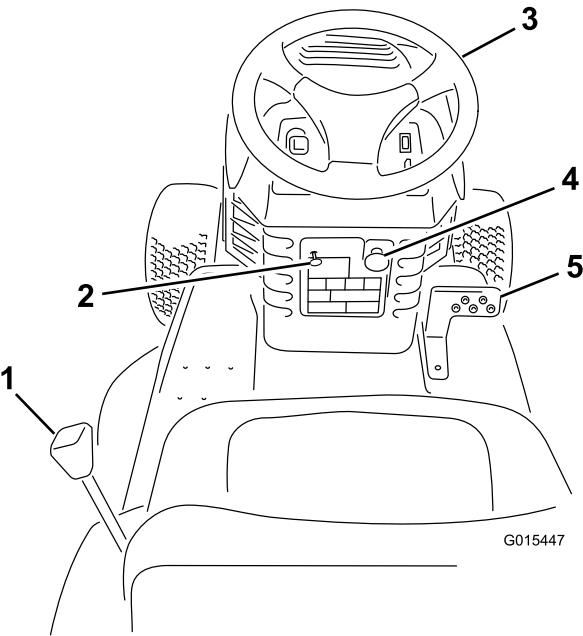
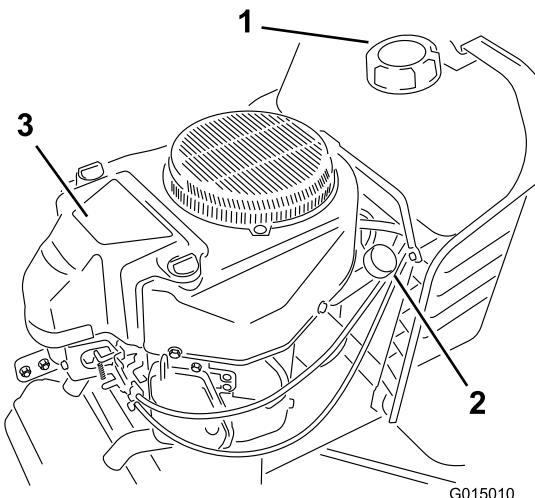

Bild 4
Bild 6
Machen Sie sich mit den Bedienelementen (Bild 4 bis Bild 6) vertraut, bevor Sie den Motor anlassen und den Traktor einsetzen.
Die Scheinwerfer werden über einen EIN/AUS-Schalter (Bild 4) am Armaturenbrett betätigt. Die Scheinwerfer leuchten nur, wenn der Motor läuft und der Schalter eingeschaltet ist.
3. Ziehen Sie den Chokehebel heraus (Bild 4).